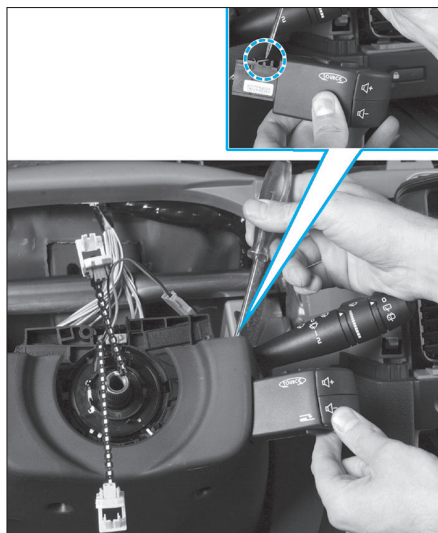

Fig. 2
- Dégrafer la commande de l'autoradio au volant (Fig.2).